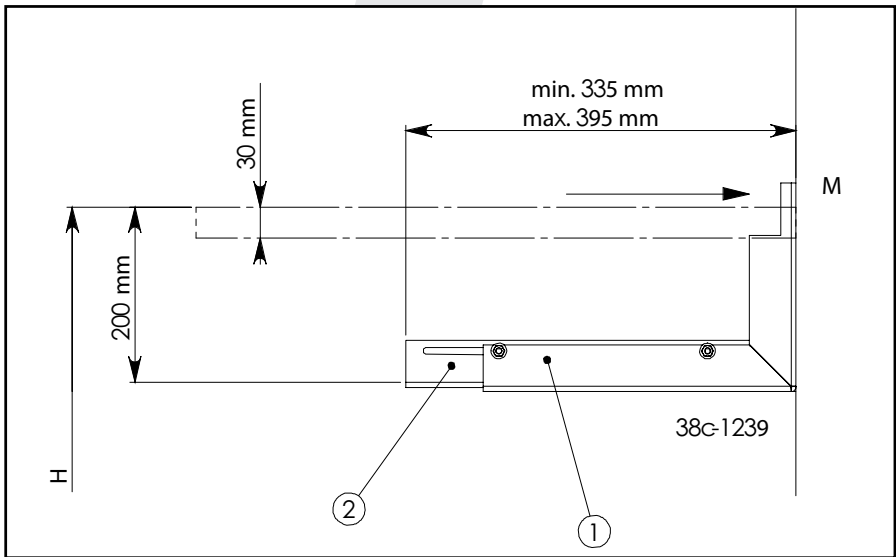

fig. 2
Assembly instructions (figures 2 to 6).
- Determine the height (H) of the platform. Attach the wall bracket (1 and 2) to the wall (M), in such a way that the extending parts (3) are 200 mm lower, see figure 2. The platform plates are 30 mm thick.
- Adjust the extending parts (3) to the required distance to the wall, as in figure 2.
- Stellen Sie die beiden ausschiebbaren Elemente (3) auf den gewünschten Abstand zur Mauer ein (Abb. 2).
- Bestimmen Sie die Höhe (H) der Aufbauebene. Befestigen Sie den Mauerbügel (1 und 2) an der Mauer (M), so dass die ausschiebbaren Elemente (3) 200 mm tiefer liegen (Abb. 2). Die Stärke der Platten für die Aufbauebene beträgt 30 mm.
- Placez les deux éléments escamotables (3) à la distance voulue du mur, comme sur la figure 2.
Instructions de montage (figures 2 à 6(inclus)).
- Déterminez la hauteur (H) du plateau. Attachez la fixation murale (1 et 2) au mur (M), de manière à ce que les éléments escamotables (3) se trouvent 200 mm plus bas, voir figure 2. L'épaisseur des plaques des plateaux est de 30 mm.